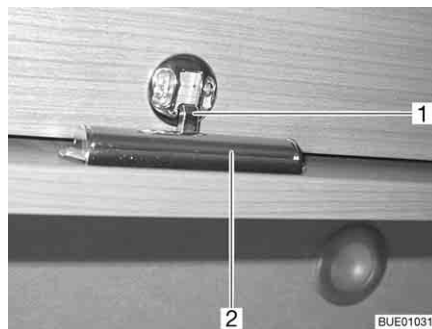

Fig. 57 Alçapão de móvel com barra para destrancar
- Prima a barra para destrancar (Fig. 57,2) na parte interior do alçapão de móvel para dentro e mantenha-a premedida nessa posição.
- Empurre o alçapão de móvel para baixo, até ouvir o dispositivo de bloqueio (Fig. 57,1) encaixar.